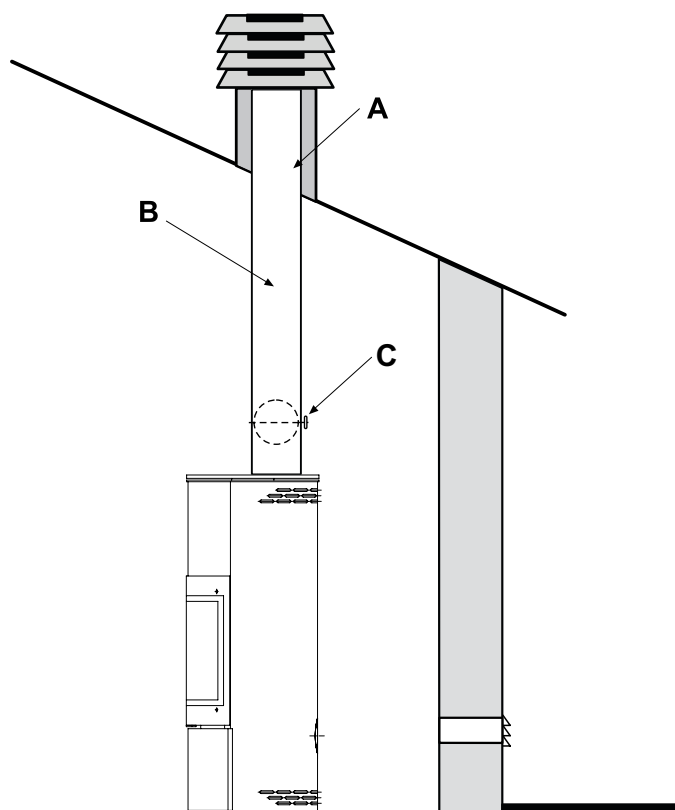

Fig. 5.5.2
- ! - In caso di canna fumaria di sezione maggiore è necessario “intubare” la canna fumaria con una tubazione in acciaio (con diametro in funzione del percorso) opportunamente isolata (Fig. 5.5.2). IT
E' opportuno installare un dispositivo (C Fig. 5.5.2) di regolazione del tiraggio nel canale da fumo.
- **If the flue has a larger cross-section it is necessary to insert a steel pipe** (with a diameter based on the path) which is properly insulated (Fig. 5.5.2)
It is recommended you install a device (C Fig. 5.5.2) that adjusts the draught of the flue.
- **Bei einem Rauchfang mit größeren Innenmaßen muss** ein dementsprechend isoliertes Stahlrohr (mit Durchmesser je nach Strecke) eingeführt werden (Abb. 5.5.2).
Im Rauchkanal sollte eine Vorrichtung (C Abb. 5.5.2) zur Regelung des Abzugs installiert werden.
- Aprire completamente la valvola fumo (C Fig. 5.5.2).
- Completely open the smoke valve (C Fig. 5.5.2).